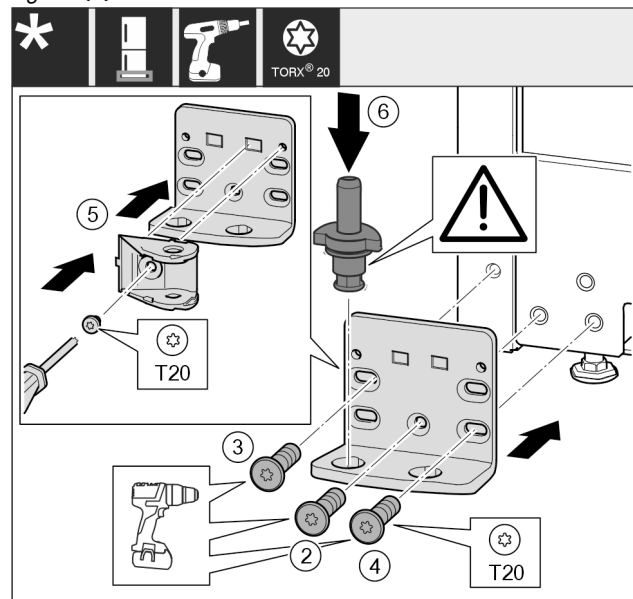

Fig. 26
- ▶ Aplicați suportul de lagăr pe partea opusă și înșurubați-l cu ajutorul unei șurubelnițe T20. Începeți cu șurubul 2 de jos din centru. Fig. 26 (2)
- ▶ Înșurubați ferm șurubul 3 și 4. Fig. 26 (3,4)
- ▶ Rotați îmbinarea amortizorului de închidere cu 180°. Înșurubați pe partea opusă a suportului de lagăr cu șurubelnița T20. Fig. 26 (5)
- ▶ Introduceți complet bolțul de lagăr. Aveți grijă aici ca respectiva camă de cuplare să fie îndreptată către înapoi. Fig. 26 (6)